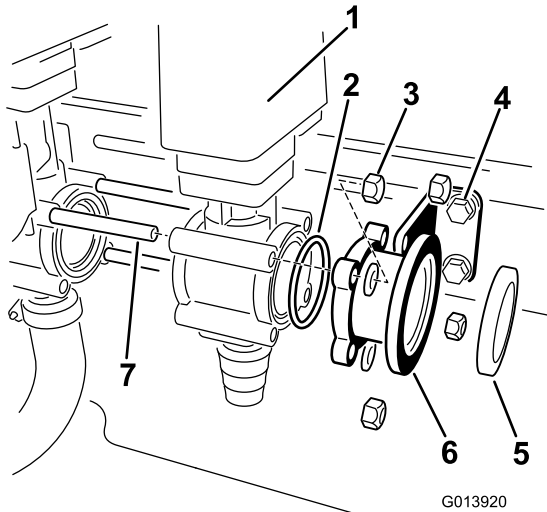

Figura 6
8. Instale um anel de retenção das peças soltas no lado aberto da válvula do misturador (Figura 6).